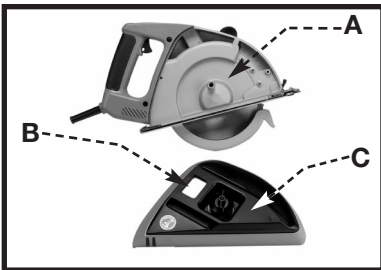
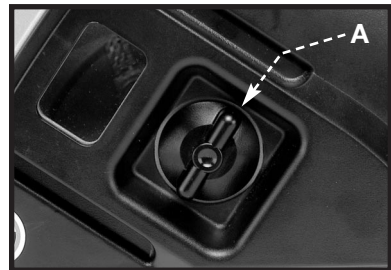

Fig. 5
Fig. 6
1. Dé vuelta a fig. 6 del (A) de la perilla a la izquierda para aflojar Fig. 5 del (C) de la cubierta.
4. Instale la cubierta del colector con seguridad dando vuelta a Fig. 6 del (A) de la perilla en sentido de las agujas del reloj.